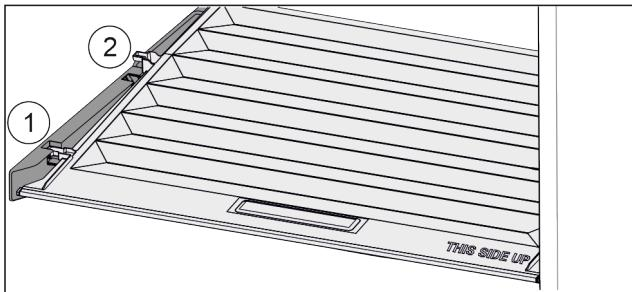

Fig. 53
- Pokrov povlecite naprej Fig. 53 (1) do odprtine v držalnih delih.
- Zadaj ga od spodaj dvignite in odstranite Fig. 53 (2) navzgor.